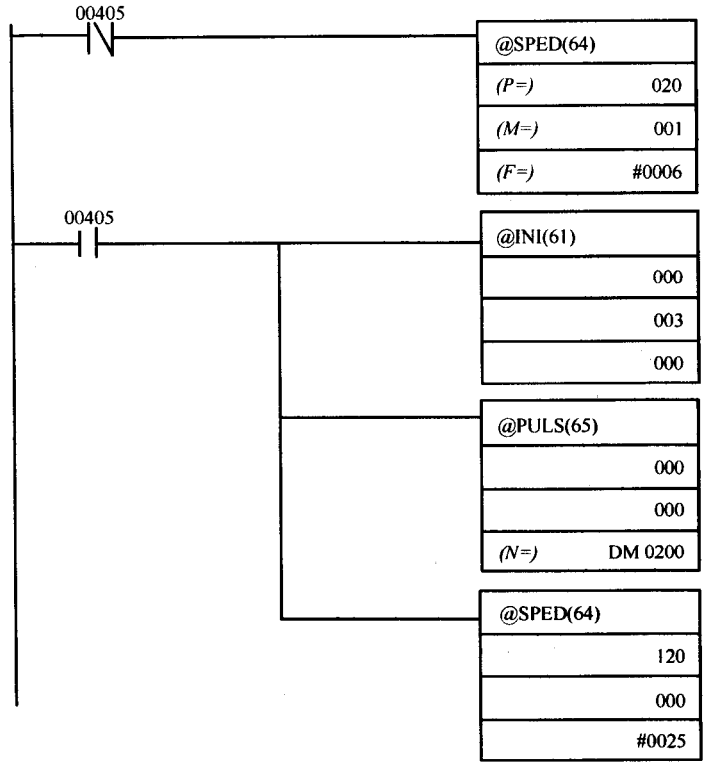

图 11-23 使用脉冲输出的 CQM1 程序
图 11-23 显示了一个 CQM1 程序，在这个程序中当输入 IR 00405 关闭时，输出脉冲通过输出模块 103 (DM 6615 先前被程序员设置为 0003) 的触点 2 (P=020) 来持续地 (M=001) 处于 60Hz (F=#0006)。(在运行程序前，0001 被输入到 DM 6639 来指示直接输出。) 当输入 IR 00405 打开时，执行 INI (61) 来停止 60Hz 输出，然后 75 000 个脉冲通过相同输出模块的触点 11 以 250Hz 输出。(DM 0200 包含 5000，DM 0201 包含 0007，在执行梯级 2 之前。)